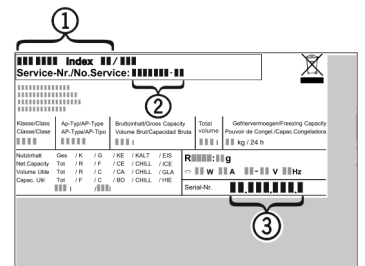

Fig. 14
- ▶ Apparaataanduiding *Fig. 14 (1)*, servicenr. *Fig. 14 (2)* en serienr. *Fig. 14 (3)* van het typeplaatje aflezen. Het typeplaatje bevindt zich aan de linkerkant binnen in het apparaat.
- ▶ Contact opnemen met de Technische Dienst en het probleem, apparaataanduiding *Fig. 14 (1)*, servicenr. *Fig. 14 (2)* en serienr. *Fig. 14 (3)* mededelen.